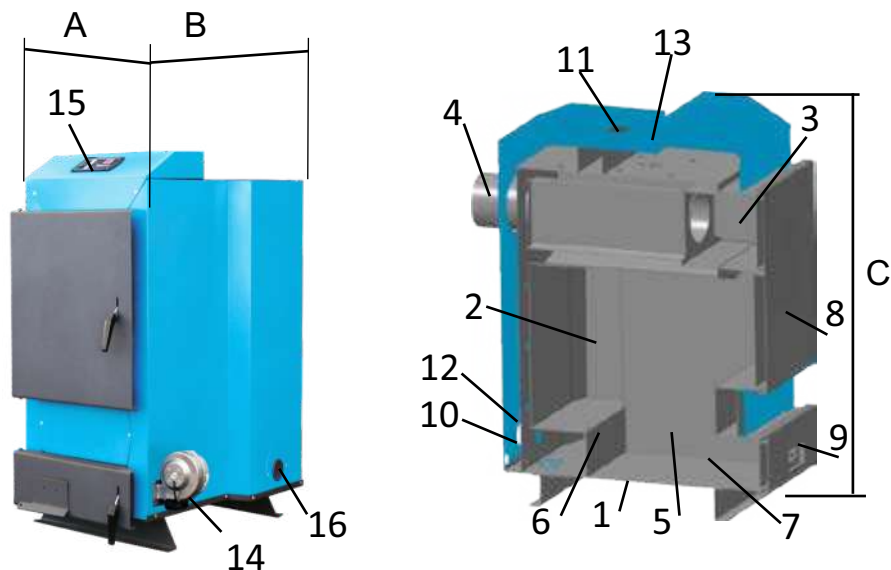

Рис. 1 Котёл «AMTEO»серия А+
4.1. Котёл (рисунок 1) состоит из: корпуса (1), топки (2), газохода (3), дымохода (4). В нижней части топки устанавливаются колосники (5) на опоры (6), зольник (7). К передней стенке корпуса котла на осях присоединяются загрузочная дверца (она же служит для обслуживания газохода) (8), дверца для обслуживания (9), патрубков обратного трубопровода (10), патрубков подающего трубопровода (11), патрубок для слива воды с котла (12), патрубок установки термодатчика (13), вентилятор (14), контроллер Tech 84 (15), отверстие для установки ТЭНа (16).